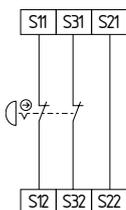

Fig. 13
**Circuito per arresto di emergenza a due canali con dispositivi di comando secondo DIN EN ISO 13850 (EN 418) e EN 60947-5-5 (vedere Fig. 13)**